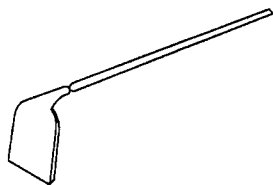

图 1-10 灰镬
(2) 灰镬 用于搅拌砂浆和石灰膏, 如图 1-10 所示。